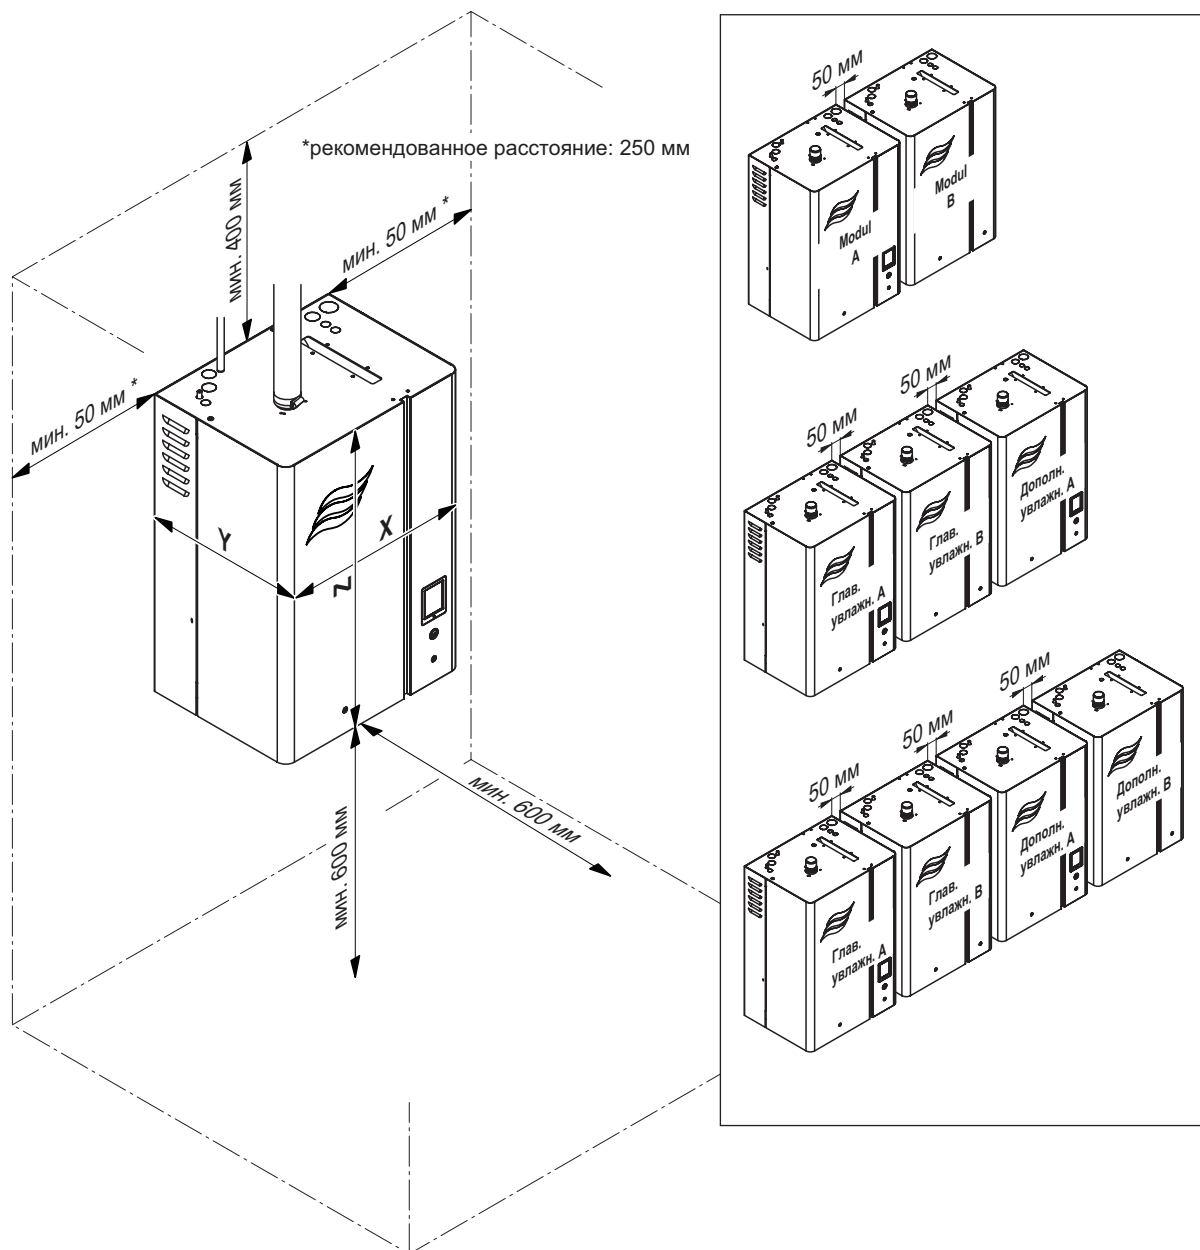

Рис. 9. Монтажные зазоры
- Увлажнитель Condair EL должен быть установлен с учетом свободного доступа для проведения технического обслуживания. Необходимо соблюдать минимальные расстояния, указанные на рис. 9.
- Кабели, идущие в комплекте со вдвоенными увлажнителями и с системами из нескольких увлажнителей, предполагают установку агрегатов на одной высоте с максимальным расстоянием между ними 50 мм и в той последовательности, как указано на рис. 9.